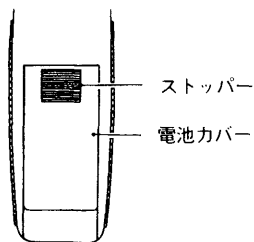

図3
- 2) 次頁の図3において、本器背面にある電池カバーのストッパーを指で強く押し、手前に引き抜くようにして電池カバーをはずします。